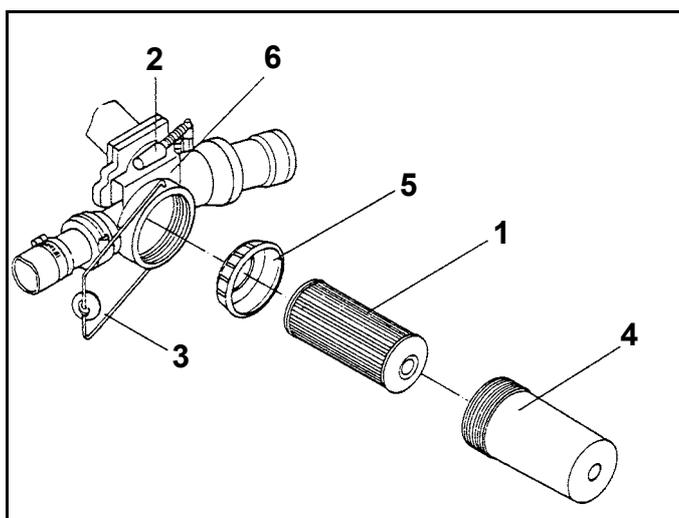

Fig. 21
- == • **La cartouche du filtre (Fig. 21/ 1) doit être nettoyée en fin de chaque journée de travail.**
- Positionnez la manette du bloc de régulation (Fig. 21/ 2) sur "remplir".
- Faites pivoter l'étrier souple (Fig. 21/ 3) sur le côté.
- Retirez le carter du filtre (Fig. 21/ 4) en le faisant tourner légèrement à droite et à gauche.
- La cartouche filtrante (Fig. 21/ 1) et la bague de centrage (Fig. 21/ 5) sont alors facilement accessibles.
- == • **La partie ouverte de la cartouche filtrante doit être orientée vers le carter de la vanne-filtre (Fig. 21/ 6).**
- Repositionnez la manette du bloc de régulation (Fig. 21/ 2) sur "Spritzen" (remplissage) et vérifiez l'étanchéité de la vanne-filtre.